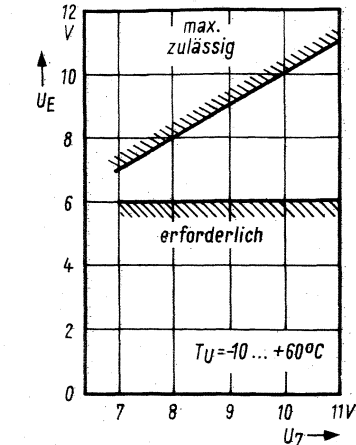

Bild 3. Zulässige Streugrenzen für die Eingangsimpulse („1“-Zustand) in Abhängigkeit von der Betriebsspannung
- "1"-Zustand (Bild 3): $6...U_7 \text{ V}$
Aus den Bildern 3 und 4 kann man die Eingangsdaten einer Frequenzteilerstufe bei verschiedenen Betriebsspannungen entnehmen. Die Eingangsimpulse müssen einerseits mindestens eine Amplitude von 6 V haben, andererseits darf ihre Amplitude nicht größer als die Betriebsspannung (U_7) sein. Dieser Bereich ist in Bild 3 dargestellt. Die im „0“-Zustand am Eingang liegende Spannung soll kleiner als 1 V sein. Mit Hilfe der Eingangskennlinie (Bild 4) kann der Eingangswiderstand einer Teilerstufe berechnet werden. Der statische Eingangswiderstand liegt danach zwischen 6 k Ω und 9 k Ω .